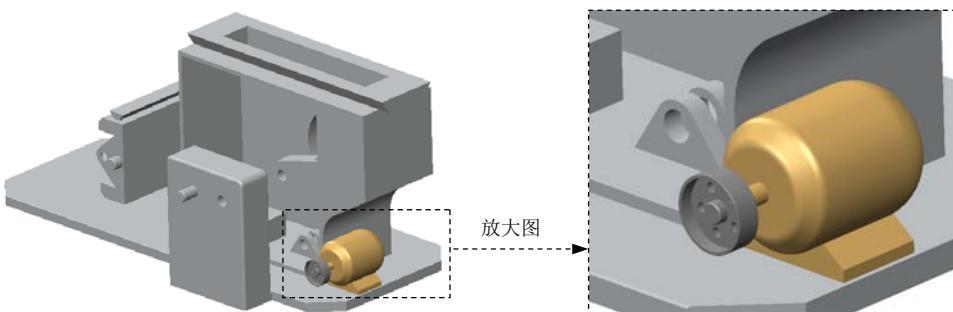

图9.6.18 完成连接
(5) 单击操控板中的 \checkmark 按钮,完成刚性连接的创建,如图9.6.18所示